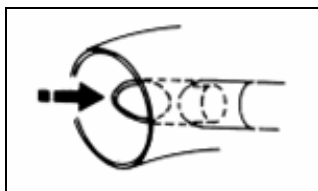

Рис.8 Шланг подачи пудры
7. Установите трубу в поворот трубы как показано на Рис. 8. При необходимости снимите гибкий шланг перед началом установки.
Внимание! Удалите патрубок Рис.8 из поворота при использовании в качестве опрыскивателя.